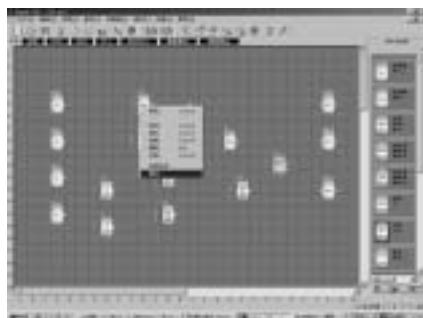

图4.7 功能块操作菜单
1. 在功能块程序编辑窗体内，鼠标左键双击某个功能块，或选中一个功能块后点击鼠标右键，则弹出一个编辑菜单，再点击此菜单中的“属性…”。如图4.7所示：